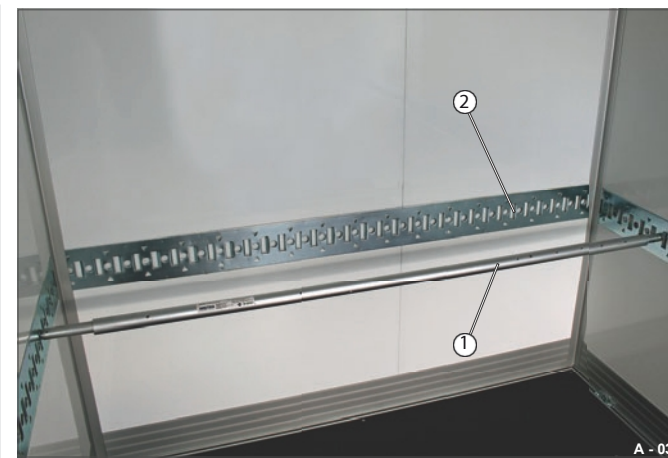

Fig. 38 Kontroll av surringsutstyret
- Kontroller låsestangen (fig. 38/1) og surreskinnene (fig. 38/2) regelmessig for skader/deformasjoner.